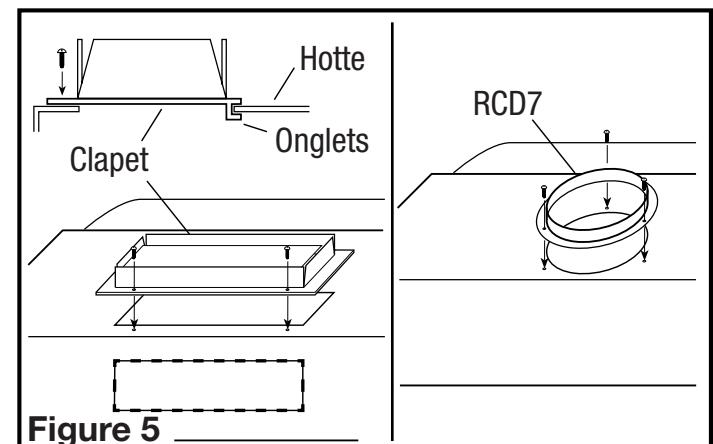

Figure 5
- Pour un conduit vertical ou horizontal de 8,25 x 25,4 cm (3-1/4 po x 10 po), installer l'assemblage de clapet à la hotte en glissant la section à onglets du clapet sous le corps de la hotte et en vissant les deux vis fournies. Pour un conduit rond de 17,78 cm (7 po), fixer un clapet modèle RCD7 (non inclus) à la hotte avec les 3 vis fournies. À l'aide de ruban adhésif approuvé, appliquez autour du col pour sceller les fuites d'air (**Figure 5**).